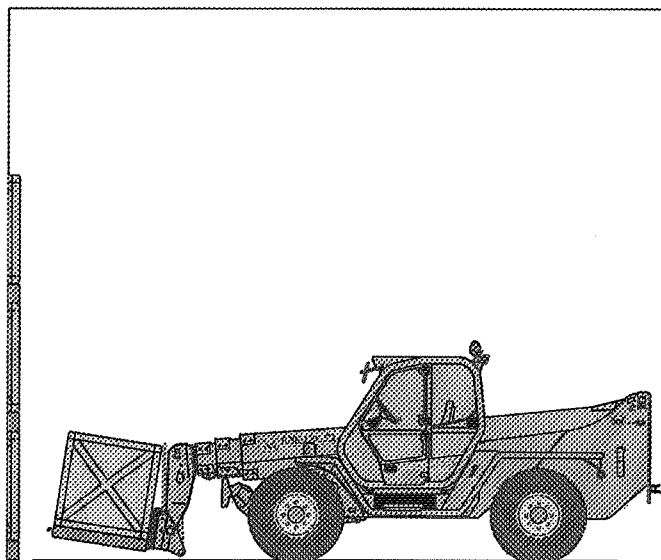

Fig.12
- acercar la máquina en posición de transporte a la zona donde se va a posar la carga (Fig.12)